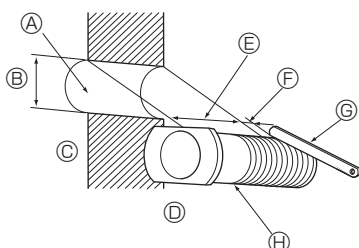

Fig. 3-6
3.4.1. Сверление отверстий (Fig. 3-6)
- ① Прodelайте отверстия $\varnothing$ 65 мм или 75 мм глубиной примерно 5-7 мм и с небольшим углом вниз по направлению наружу от помещения.
- ② Вставьте втулки для стенных отверстий в отверстия.